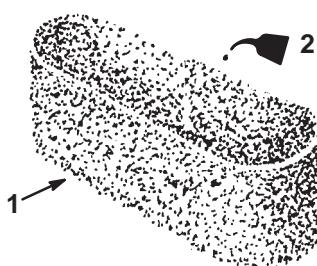

Figure 36
- C. Imbibez l'élément d'huile moteur (Fig. 36). Pressez-le dans un chiffon propre pour absorber l'excédent d'huile.